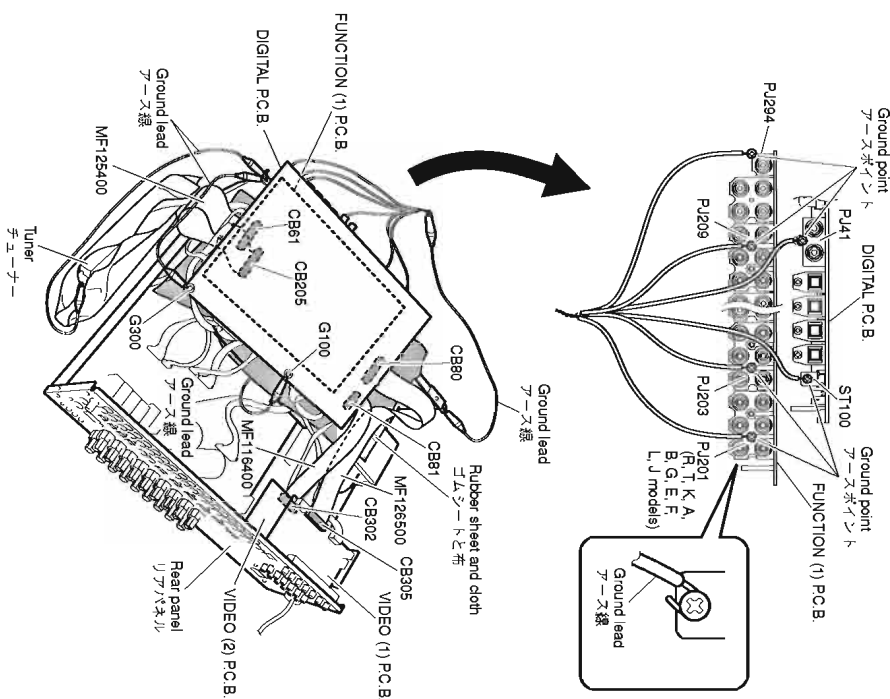

Fig. 10
- Put the rubber sheet and cloth over the equipment. Then place the FUNCTION (1) and DIGITAL P.C.B.s upside down on the cloth and check it. (Fig. 10)
- Be sure to use the extension cable for servicing for the following section. (Fig. 10)
- FUNCTION (1) P.C.B. CB205-DIGITAL P.C.B. CB61: MF125400 (25P, 400mm, P=1,25)
- DIGITAL P.C.B. CB80-VIDEO (1) P.C.B. CB305: MF128500 (26P, 500mm, P=1,25)
- DIGITAL P.C.B. CB81-VIDEO (2) P.C.B. CB302: MF116400 (16P, 400mm, P=1,25)
- In this unit, the ground of P.C.B.s shown below is connected to the rear panel and chassis. When FUNCTION (1) P.C.B. is removed from the rear panel and chassis, connect the ground point to the rear panel or chassis, using a ground lead or the like. (Fig. 10)
- FUNCTION (1) P.C.B.: P1201 (PHONO)
- FUNCTION (1) P.C.B.: P1203 (DVD)
- FUNCTION (1) P.C.B.: P1209 (PRE OUT)
- FUNCTION (1) P.C.B.: P1294 (SUBWOOFER2)
- DIGITAL P.C.B.: ST41 (XM) (U, C models)
- 本機の上にゴムシートと布を敷き、その上に FUNCTION (1) P.C.B. および DIGITAL P.C.B. を裏返しに置いてチェックします。(Fig. 10)
- 次の区間は、サービスイテンスケーブルを使用してください。(Fig. 10)
- FUNCTION (1) P.C.B. をリアパネルおよびシャーシより取り外した場合、リード線等でアースポイントをリアパネルまたはシャーシに接続してください。(Fig. 10)